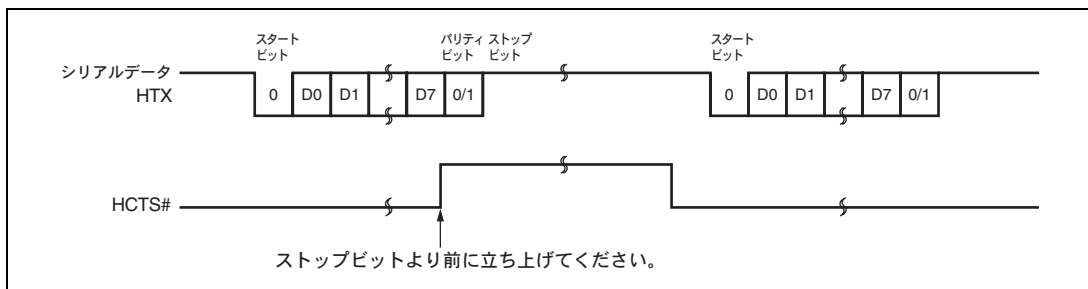

図 32.6 モデムコントロール (HCTS#) 時の動作例
4. モデムコントロールイネーブル時はHCTS#入力値によって送信動作を停止/再開することができます。HCTS#が1になると現在送信中のときは1フレーム送信終了後マーク状態になります。HCTS#を0にすると再びスタートビットから次の送信データを出力します。モデムコントロール時の動作例を図32.6に示します。